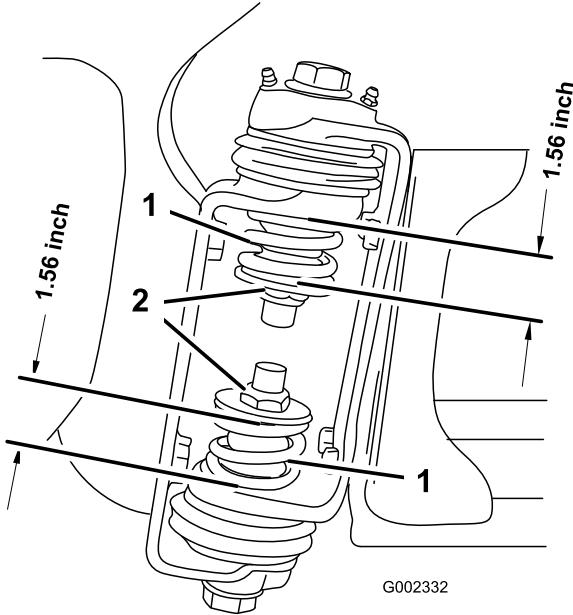

Figura 8
- Na dobradiça da rampa, meça a compressão das molas superior e inferior enquanto as rampas estão na sua posição estendida (Figura 8).